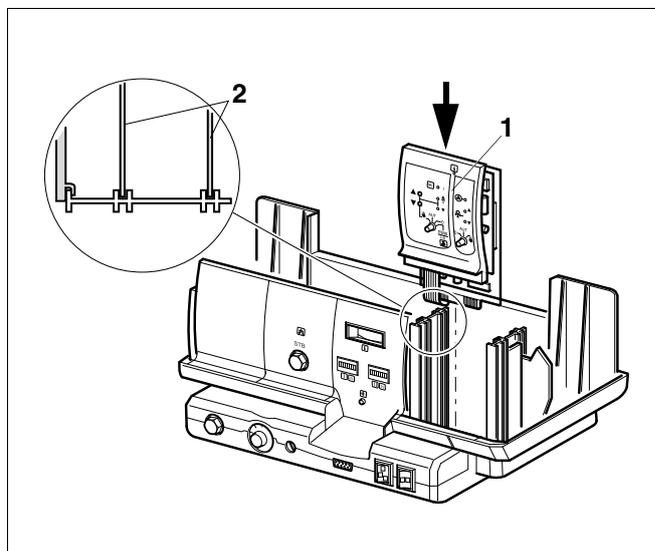

Рис. 3 Установка модуля
- Установите котловой модуль (Рис. 3, поз. 1) с платой (Рис. 3, поз. 2) сверху в направляющие и вставьте в разъем (Рис. 3).